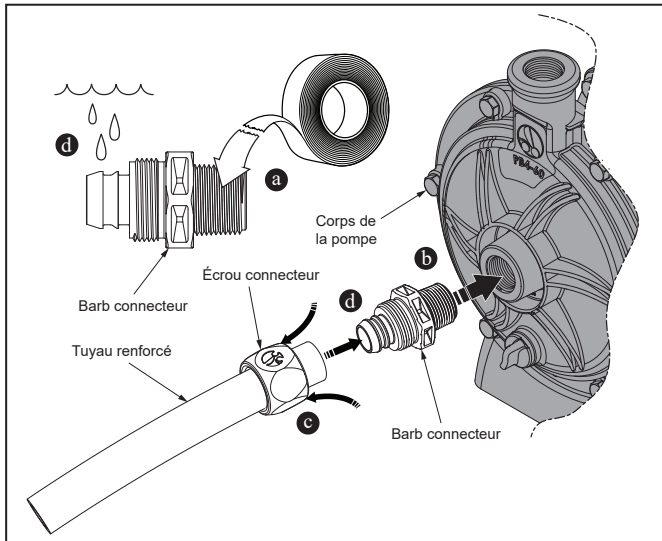

Figure 5. Préparation et installation de barbelure et écrou de connecteur à connexion rapide
- Monter la pompe à l'aide de deux (2) chevilles à expansion pour béton pour garantir la stabilité.
- Appliquer quatre (4) à six (6) bandes de ruban Teflon® sur le filetage conique du raccord cannelé. Se reporter à la figure 5 (a).
- Visser et serrer le filetage conique du raccord cannelé dans le port de la pompe sur le corps de la pompe. Se reporter à la figure 5 (b).
- Faire glisser l'écrou du connecteur sur l'extrémité coupée du tuyau avec l'extrémité fileté vers l'extrémité coupée du tuyau. Se reporter à la Figure 5 (c).
- Appliquer de l'eau sur le raccord cannelé pour aider le tuyau à glisser sur les barbelures. Pousser complètement le bord coupé du tuyau sur le raccord cannelé. Se reporter à la Figure 5 (d).